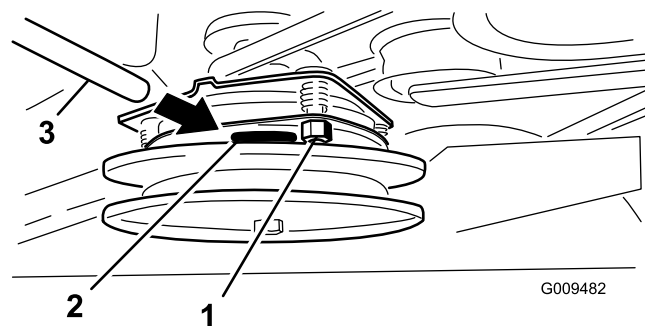

Figura 58
3. Stringete i dadi di bloccaggio fino a fissare leggermente lo spessimetro facendo però in modo di poterlo muovere facilmente all'interno del traferro (Figura 58).